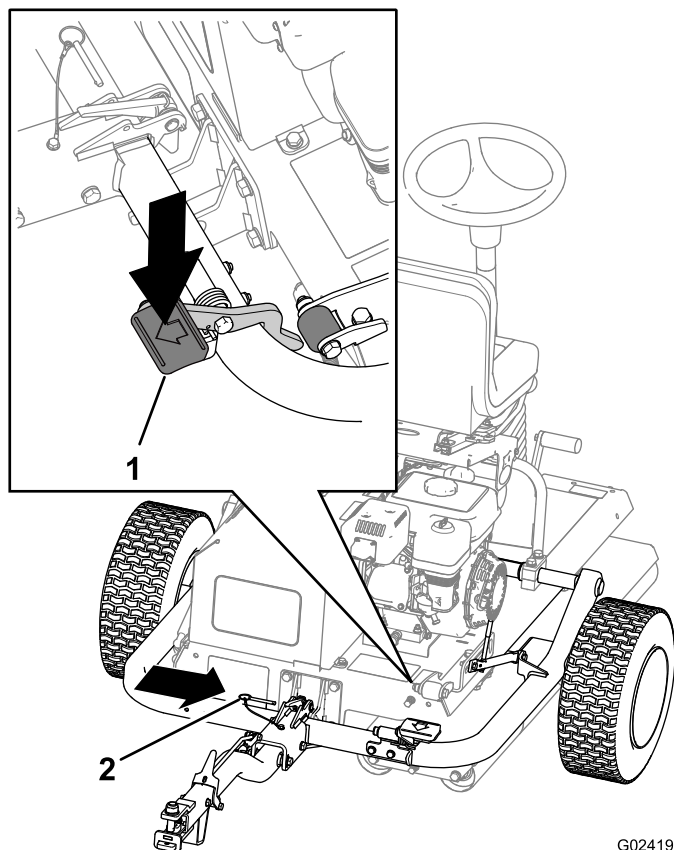

Figura 17
- C. Pise o pedal do engate até o engate ficar bloqueado no lugar (Figura 17).
- D. Insira o pino de bloqueio (Figura 17).